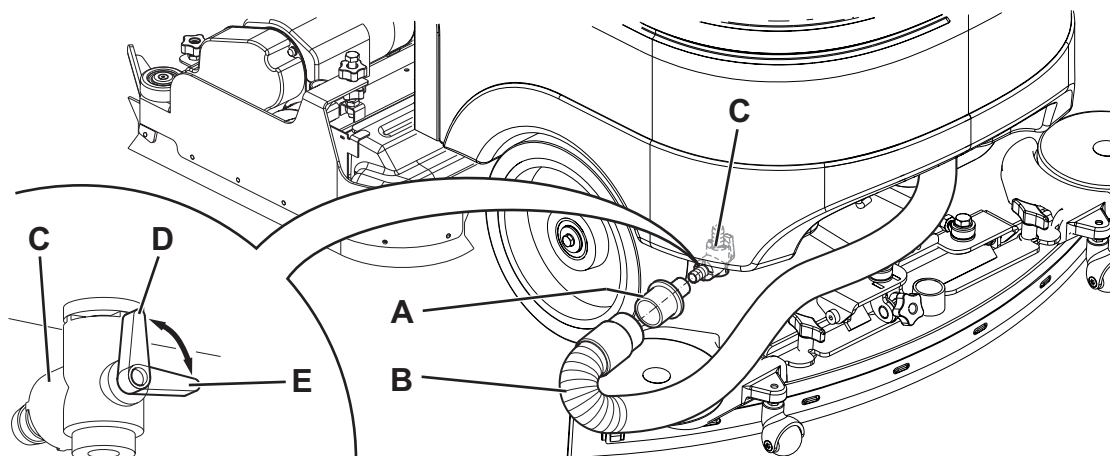

Рис. 5
На дисплее (С) отображается уровень концентрации моющего средства в растворе, как показано в таблице на Рис. 5. Для изменения текущей концентрации моющего средства выполните следующие действия:
8. Извлеките адаптер (45) из гнезда в аккумуляторном отсеке.
9. Установите адаптер (А, Рис. 5) на вакуумный шланг швабры (В), затем прикрепите его к спускному крану (С).
10. Поверните ключ зажигания (58) в положение «I» и включите вакуумную систему с помощью переключателя (63).
11. Откройте спускной кран (С), чтобы опорожнить бачок (22).